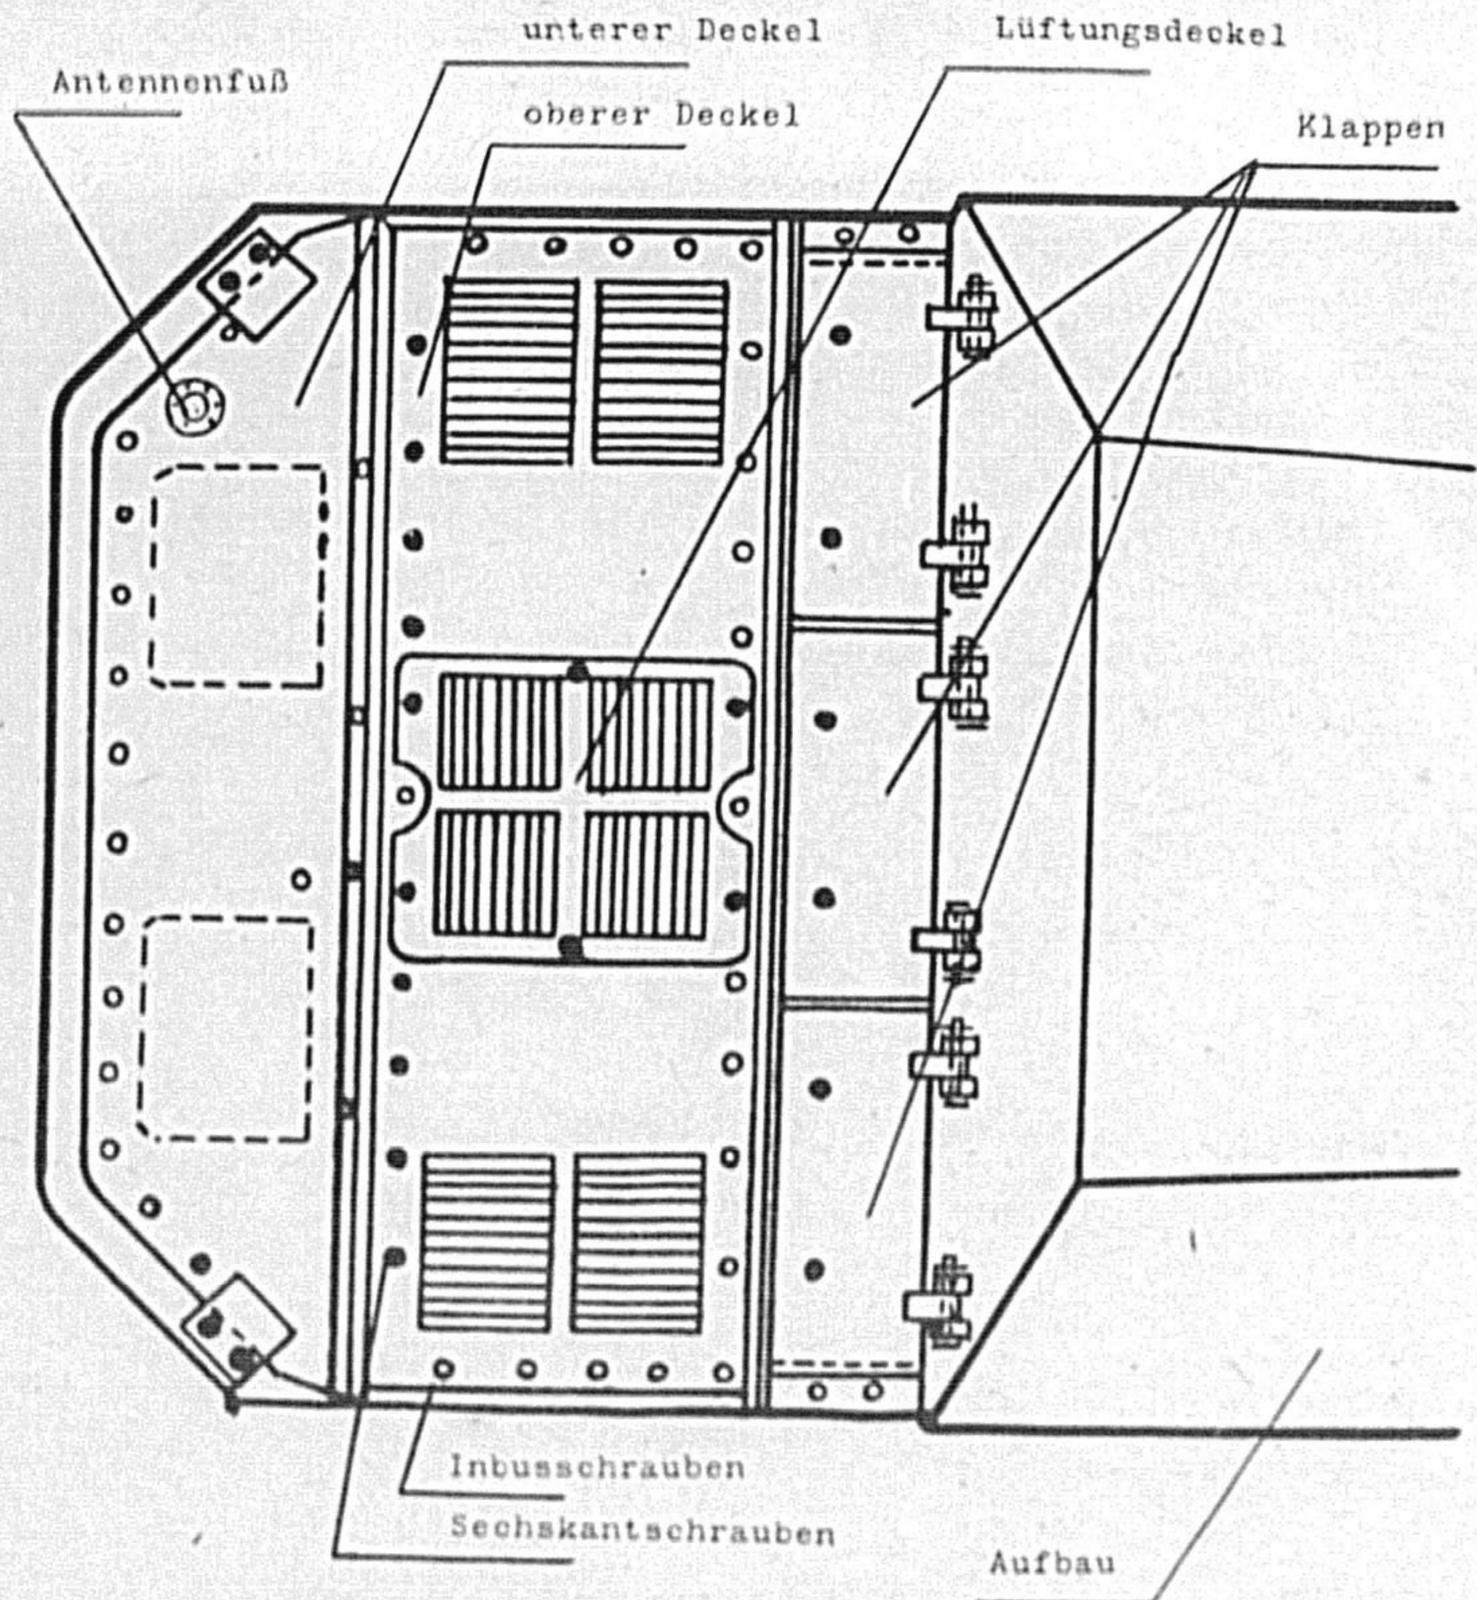

Bild 77 Abbau der Deckel (Grätings)
6. Abbau der Klappen für Kraftstoffeffüllstutzen und der mittleren Lüftungsdeckel (Grätings), Bild 77.